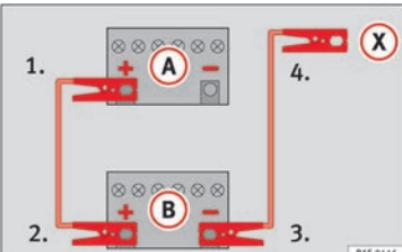

Fig. 79 Schéma de branchement pour les véhicules non équipés du système Start-Stop.
2. Raccordez une extrémité du câble de démarrage *rouge* au pôle positif **(+)** du véhicule dont la batterie est déchargée **(A)** » **fig. 79.**
- 4a. *Sur les véhicules sans système Start-Stop* : raccordez une extrémité du câble d'urgence *noir* à la borne négative **(-)** du véhicule fournissant le courant **(B)** » **fig. 79.**